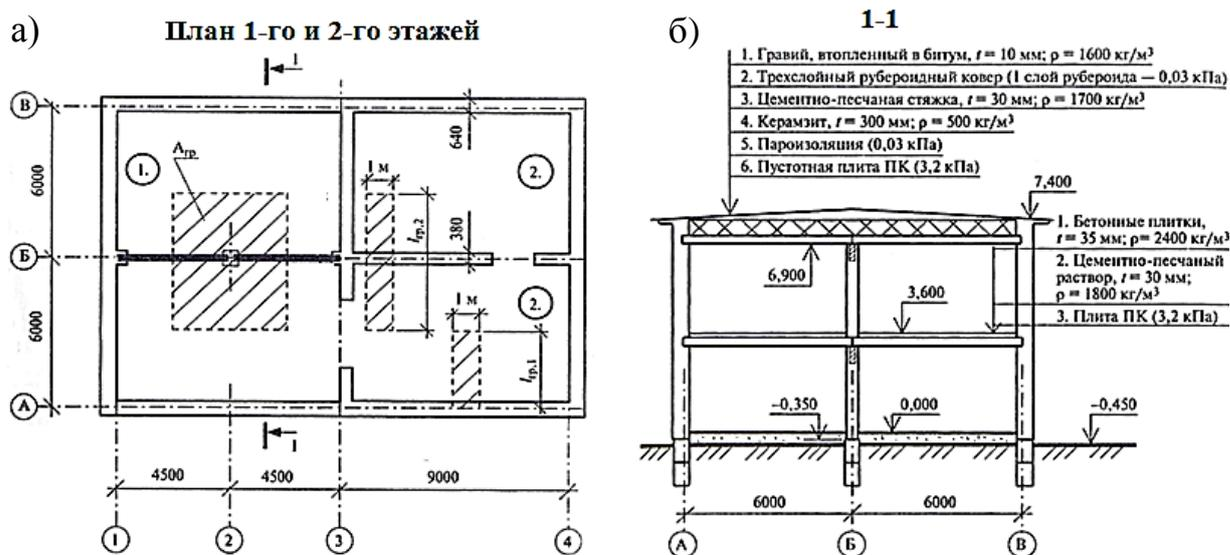

Рис. 5. К задаче 5:
**Задача 6.** Составить расчетную схему кирпичной колонны сечением  $380 \times 380$  мм, расположенной в осях Б-2 (рис.5, а) и произвести сбор нормативных и расчетных нагрузок. Здание двухэтажное (рис.5, б); первый и второй этажи идентичны по составам помещений: в осях 1...3 торговые залы, в осях 3...4 административные и бытовые помещения; пол первого этажа выполнен по грунту; район строительства – по заданию преподавателя.